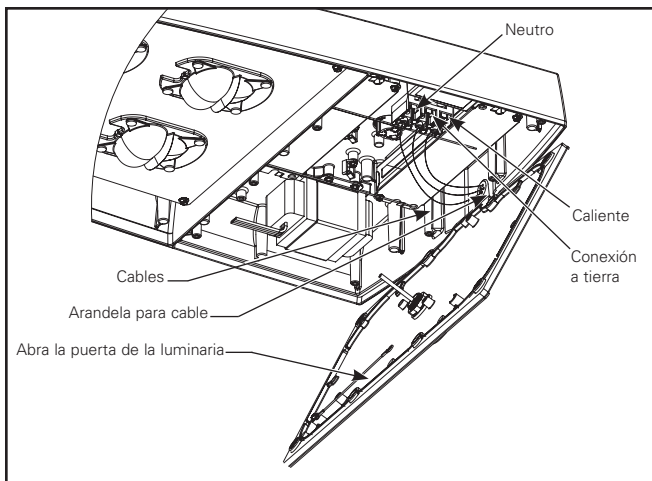

Figura 8.
3. Abra la puerta de la luminaria aflojando los (8) tornillos de cabeza Phillips (o los tornillos de ajuste manual si se suministran) en la puerta como se muestra en (Figura 8).
4. Retire la arandela del cable para los cables de la luminaria en la parte posterior de la luminaria como se muestra en (Figura 8). Una vez retirada, la luminaria ya no tendrá la clasificación IP.